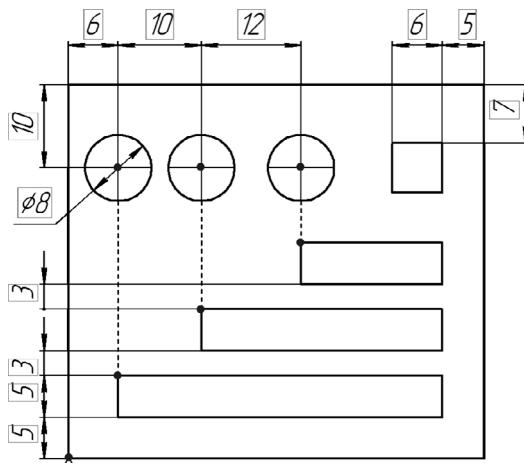

Рис. 62.12.
**Задание.** Самостоятельно выполните выравнивание левых краев прямоугольных пазов по центрам окружностей, как это показано на рис. 62.12.